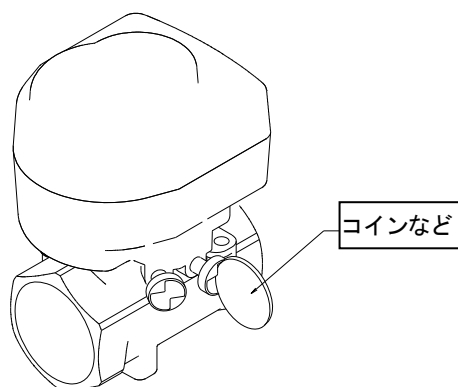

図22.
- ① 固定ピン2本を手で緩めます。このとき固定ピンが固く緩みにくいときは図22. のようにコインなどを使用して緩めてください。固定ピンの固定用ねじ部がアクチュエータのめねじから抜けていることを確認してください。